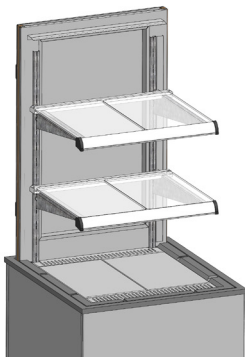

Figura 10: Colocação dos vidros nos suportes
2. Encaixe os vidros nos suportes que já estão fixados no produto conforme figura 10.